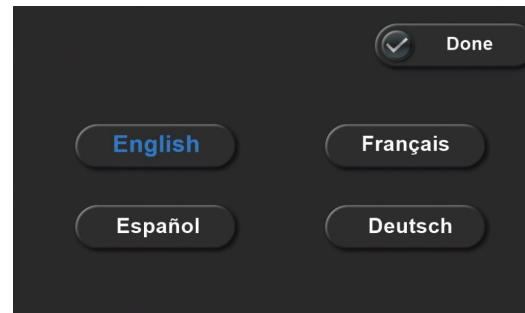

Рис. 1
- **Мова** Мова користувач може вибрати одну з 4 доступних мов: Англійська, французька, іспанська та німецька. (Рис. 1)